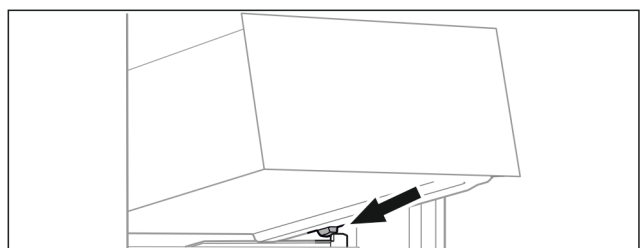

Fig. 29
- ▶ Lade schuin achter de stoppers op containerrib plaatsen. (zie Fig. 29)